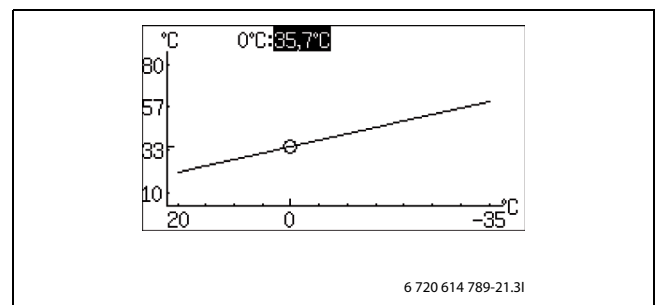

Fig. 54
- ▶ Drej knappen, når firkanten er markeret, indtil 0°C er markeret ( Fig. 54).